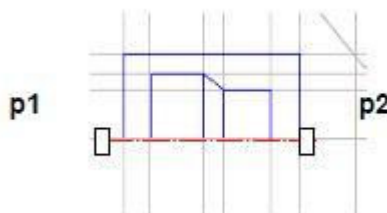

Рис.2.
- 4) указать последовательно первую точку **p1**, а затем вторую **p2** принадлежащих оси симметрии (рис.2). Для завершения построений нажмите